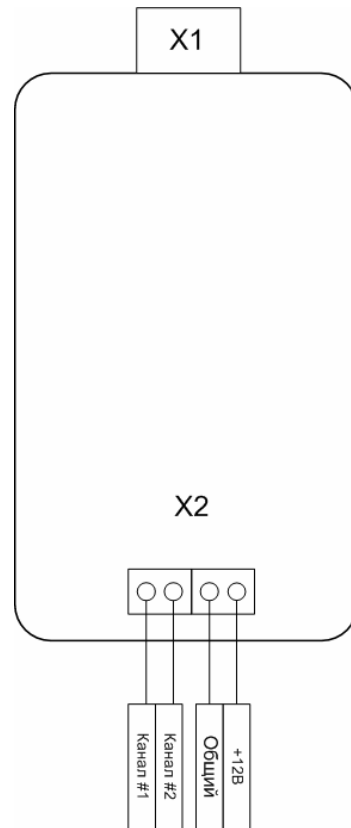

Рисунок 1. Схема подключения устройства
4.1 Подключение всех проводов к устройству должно строго соответствовать схеме подключения (см. рисунок 1);